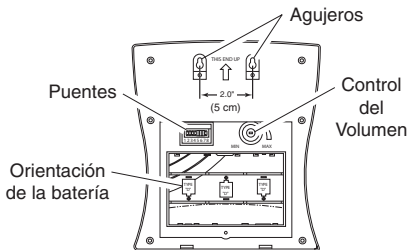

Figura 4
4. Instale 3 baterías tipo “D” (no provistas). Asegúrese que las baterías estén orientadas correctamente como se muestra en la parte inferior del compartimiento de la batería (Vea la Figura 4).
2. Para montar con tornillos y sujetadores para pared hueca, taladre a la altura deseada dos orificios guías separados por 2 pulgadas (50.8 mm) (vea la Figura 4). Use los tornillos de montaje provistos y los tacos de anclaje para pared según se necesite. Deje un espacio de aproximadamente 1/8 de pulgada (3.2 mm) entre la pared y la cabeza del tornillo de montaje.